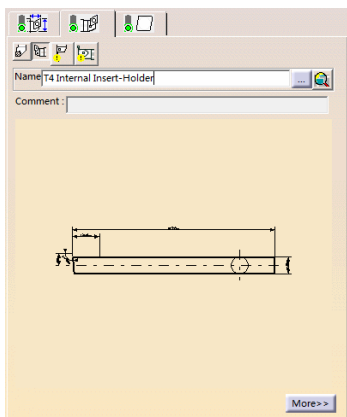

图 6-127 刀柄选项卡 (6)
- 单击刀具参数选项卡中的，切换到刀柄选项卡(6)，设置刀具刀柄的参数，如图 6-127 所示。